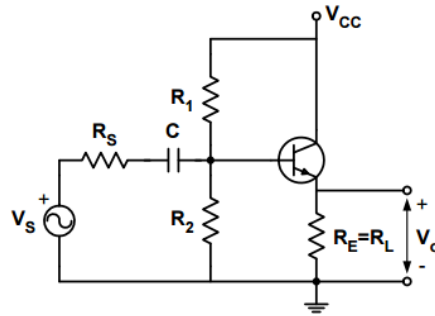

Imagen 14 Esquema Colector Común en teoría.
Como vemos en la Imagen 14 en colector común tenemos un condensador de acoplo (C).